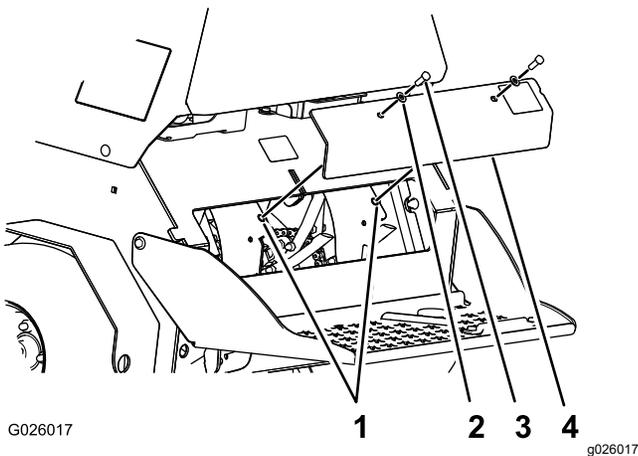

Figura 60
3. Retire los 2 pernos (3/8 x 1 pulgada) y las 2 arandelas (3/8 pulgada) que sujetan el panel de la cubierta trasera al chasis, y extraiga el panel (Figura 60).
6. Alinee los orificios del panel de la cubierta trasera con los orificios del chasis (Figura 60).
7. Sujete el panel de la cubierta al chasis con los 2 pernos y las 2 arandelas (Figura 60) que retiró en el paso 3, y apriete los pernos a 37-45 N·m (27-33 pulgadas-libra).